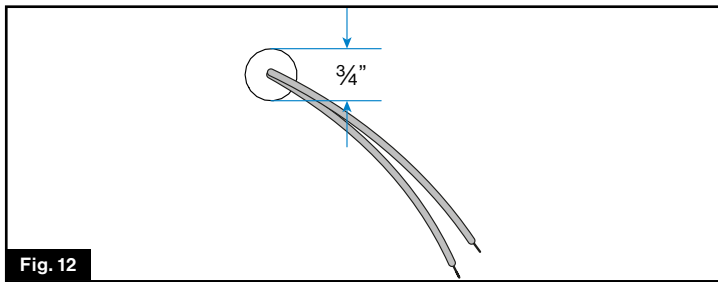
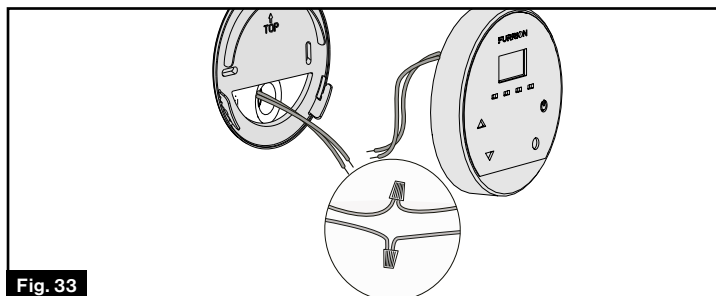

Fig. 12
Fig. 33
3. De ser necesario, pase dos cables eléctricos que extiendan las conexiones de control de la pared (cables azules) a las conexiones del aparato (cables azules) usando un cable de tamaño adecuado. (Fig. 12)
2. Conecte los dos cables azules del controlador de pared al aparato directamente o con los cables de extensión de pared indicados en la Fig. 12. (Los cables del regulador de pared son azules y la polaridad no importa.) (Fig. 33)